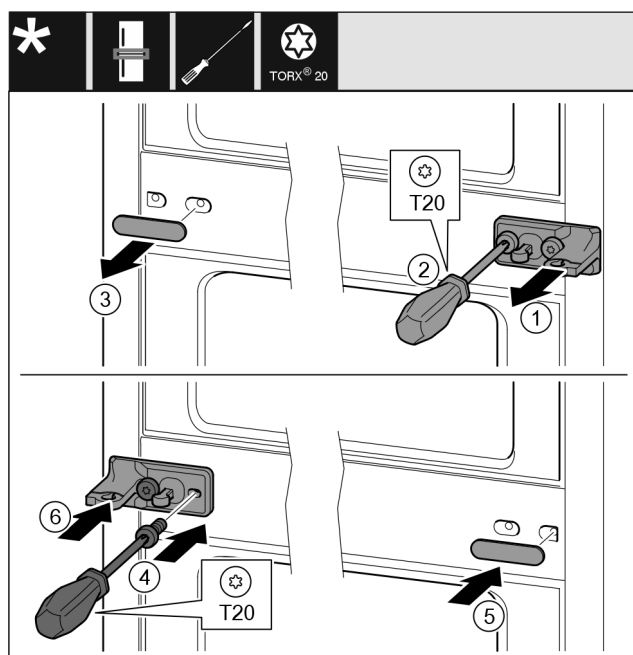

Fig. 40
- Retirer la rondelle Fig. 40 (1).
- Retirer les vis Fig. 40 (2) avec un tournevis.
- Retirer le cache Fig. 40 (3) avec précaution.
- Visser fermement le support de palier avec film Fig. 40 (4) tourné de 180° de l'autre côté.
- Installer le cache Fig. 40 (5) tourné de 180° de l'autre côté.
- Insérer la rondelle Fig. 40 (6).